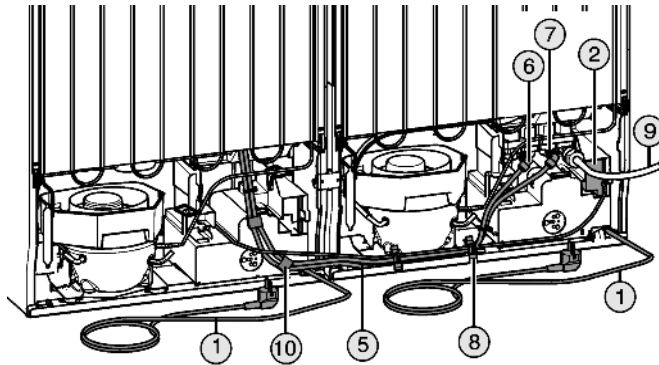

Fig. 15
- ▶ Приклейте держатели *Fig. 15 (10)* и вложите шланги.
- ▶ Смонтируйте подсоединение воды *Fig. 15 (9)* (см. 2.4).